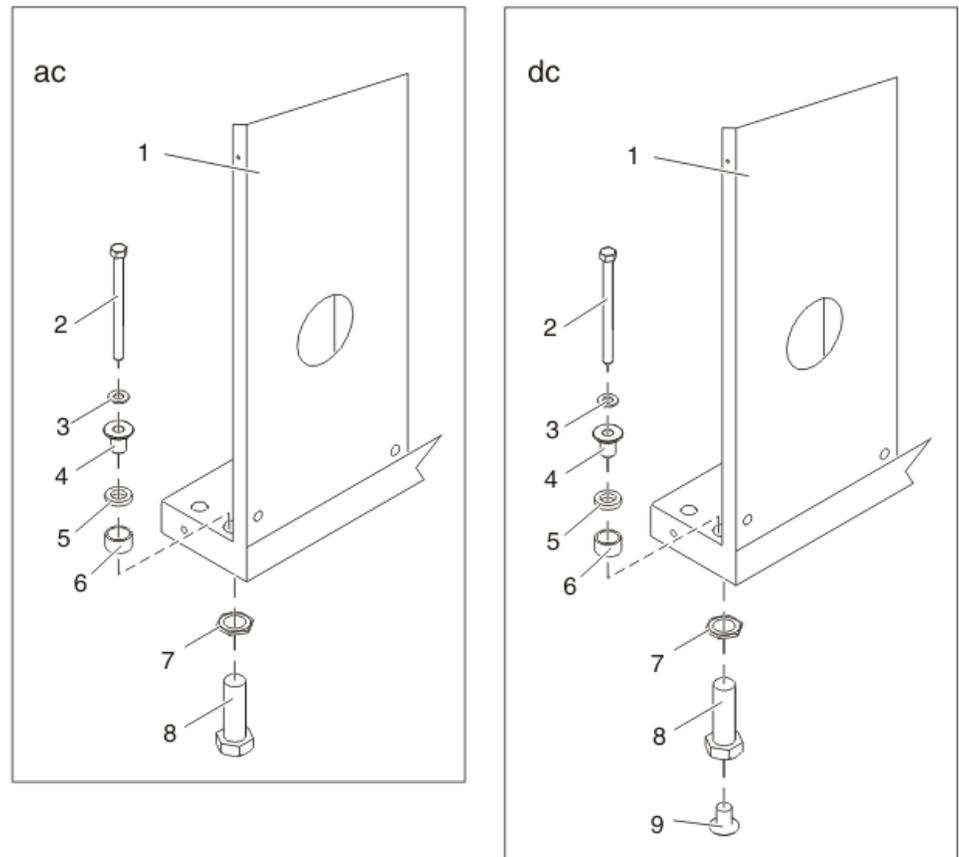

Abbildung 5. Hardware zum Verankern des Racks
4. Legen Sie den Montagebausatz und die beiden Montageplatten bereit. Sehen Sie sich Abbildung 5 auf Seite 8 an, wenn Sie den Inhalt des Montagebausatzes überprüfen. Der Montagebausatz besteht aus den folgenden Teilen: